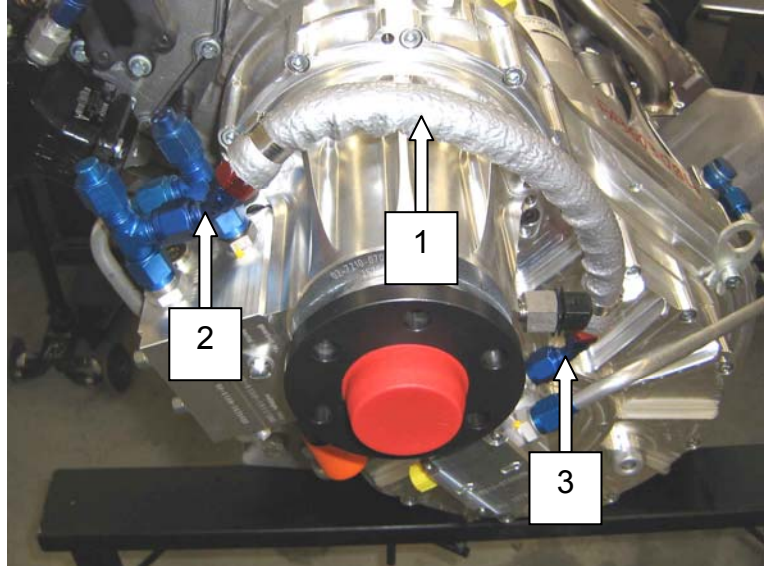
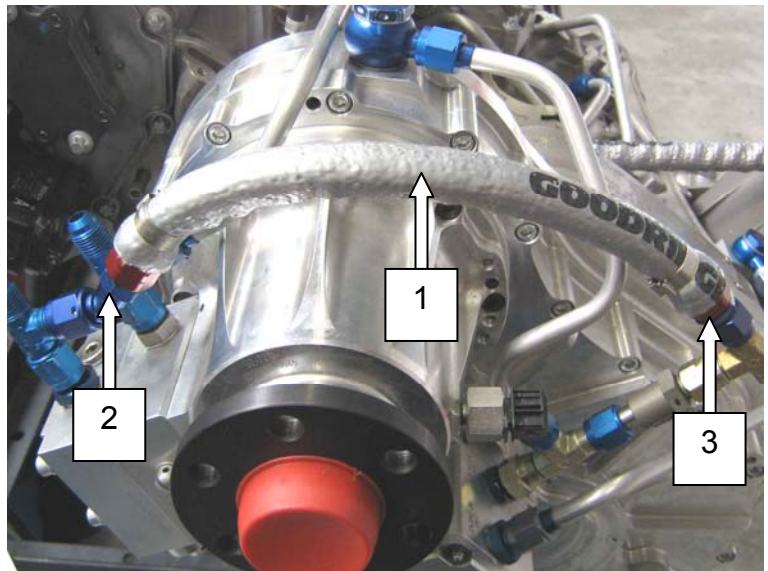

Bild 3 / Fig. 3
Bild 4 / Fig. 4
2. Die neue Schlauchleitung Kombipumpe – Modulblock P/N 02-6120-16023R1 oder P/N 02-6120-16022R2 (nur für DA42 Installation) montieren. Die Anschlüsse mit dem vorgeschriebenen Anzugsmoment anziehen. Siehe Bild 3 und Bild 4.
- **ACHTUNG:** Auf die verschiedenen Winkel der Schlauchanschlüsse achten. Siehe Bild 3 und Bild 4.
2. *Attach the new hose combined pump – module block P/N 02-6120-16023R1 or 02-6120-16022R2 (only for DA42 installation). Tighten the hose connections to the prescribed tightening torque. See Fig. 3 and Fig. 4.*
■ **CAUTION:** *Pay attention to the different angels of the hose connections. See Fig. 3 and Fig. 4.*